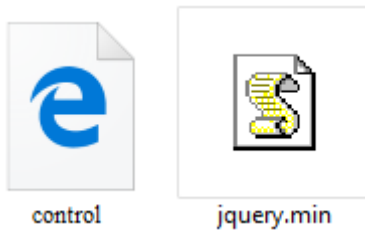

Fig. 10. File .html e .min.
- importare nella medesima cartella il file java *jquery.min* (fig. 10), copiandolo da <http://ajax.googleapis.com/ajax/libs/jquery/2.1.3/jquery.min.js>